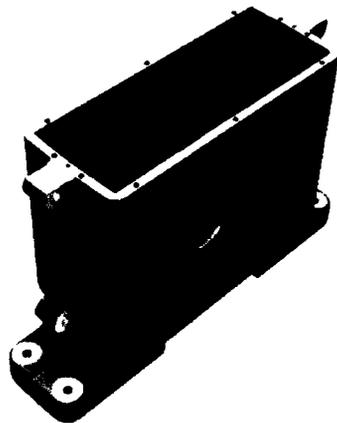

Рис. 8.19. Зеркально отображенный корпус в сборке
- Нажмите **ОК**, чтобы создать новые файлы и чтобы новые компоненты появились в сборке, как показано на рис. 8.19.